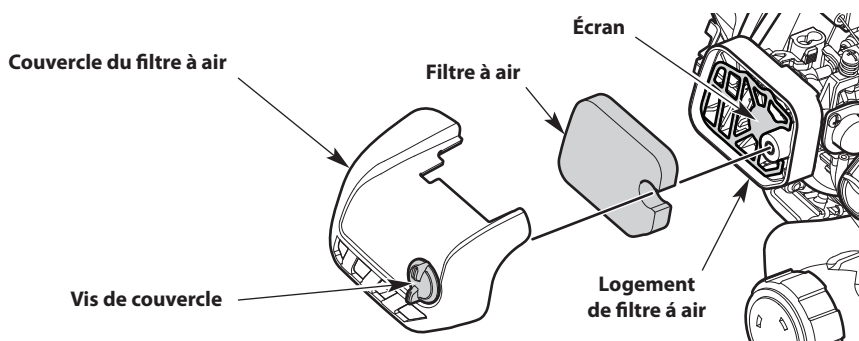

Fig. 12
1. Ouvrez le couvercle du filtre à air en desserrant la vis du couvercle (Fig. 12).
2. Retirez le filtre à air du logement du filtre à air (Fig. 12).
6. Réinstallez le filtre à air dans le logement du filtre à air (Fig. 12).
REMARQUE : Assurez-vous que l'écran métallique est installé dans le boîtier du filtre à air avant de réinstaller le filtre à air (Fig. 12).